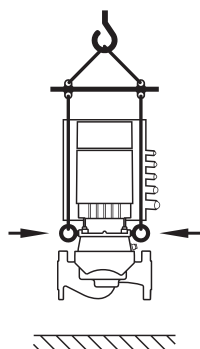

Fig. 8: Transporte da bomba
- O transporte da bomba tem de ser efectuado através de meios de suporte de carga autorizados (p. ex., bloco de polias, grua, etc.). Estes devem ser fixados aos olhais de transporte existentes na flange do motor (Fig. 8, aqui representado: direcção de elevação com veio do motor na vertical).